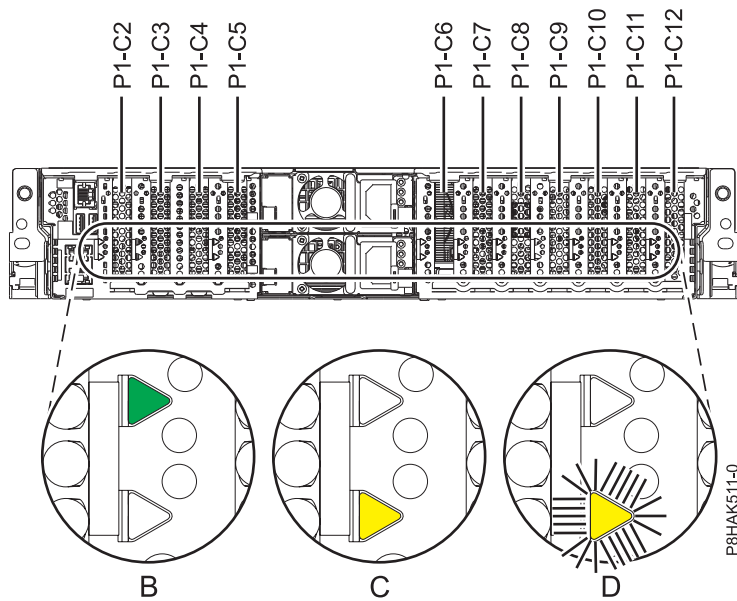

Abbildung 32. Positionen der PCIe-Adaptersteckplätze und LEDs in einem System vom Typ 5148-21L, 5148-22L, 8247-21L, 8247-22L, 8284-21A oder 8284-22A
Wenn Sie einen fehlerhaften PCIe-Adapter warten, suchen Sie nach der blinkenden gelben Anzeige für den fehlerhaften PCIe-Adapter, die Sie bei dem Schritt zum Ermitteln des fehlerhaften Teils auf Blinken gesetzt haben. In Abb. 32 auf Seite 55 wird der Status der LEDs angezeigt. Beachten Sie, dass die gelbe LED für den fehlerhaften PCIe-Adapter **blinkt**, wie unter (D) in Abb. 32 auf Seite 55 dargestellt.
Achtung: Wenn der PCIe-Adapter ordnungsgemäß funktioniert, ist die grüne Aktivitätsanzeige **AN** und die gelbe Fehler-LED **AUS**, wie unter (B) in Abb. 32 auf Seite 55 dargestellt. Versuchen Sie nicht, den funktionierenden PCIe-Adapter auszubauen.